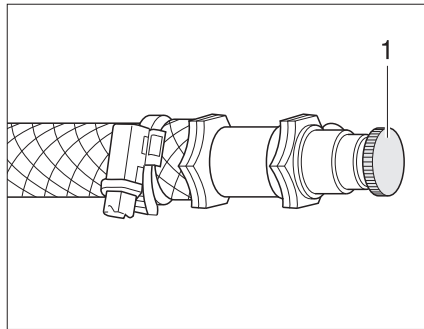

Fig. 160 Soupape de purge pour le chauffage à eau chaude
- Ouvrir la soupape de purge (Fig. 160,1) et la laisser ouverte, jusqu'à ce l'air soit complètement évacué du circuit.